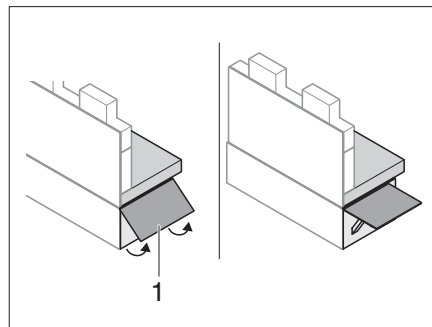

Bild 142 Fäll ut sittbänksförlängning
- Fäll upp sittbänksförlängning (Bild 142,1).
- Skjut in upplåsningfliken och fäll in sittbänksförlängning (Bild 142,1).